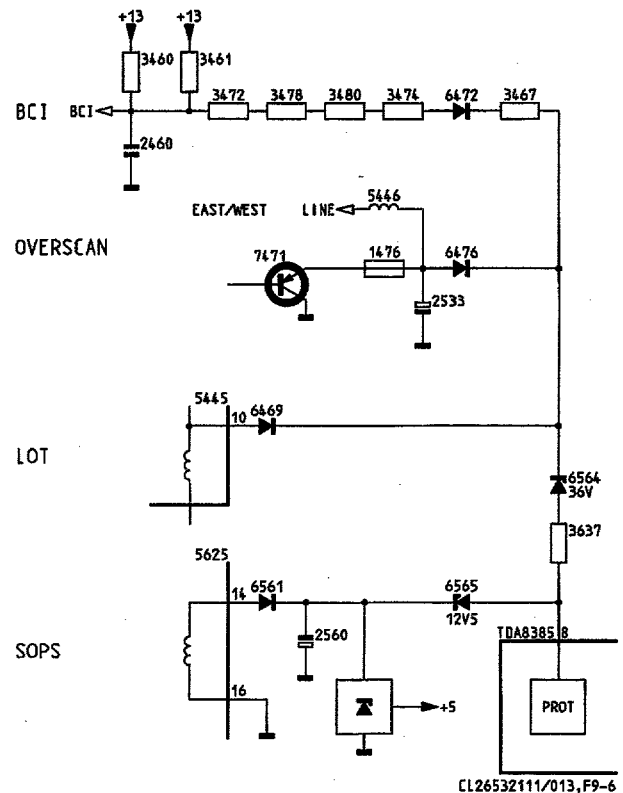

Fig. 9.6
Protection (Fig. 9.6)
9.4 Circuits protégés (Fig. 9.6)